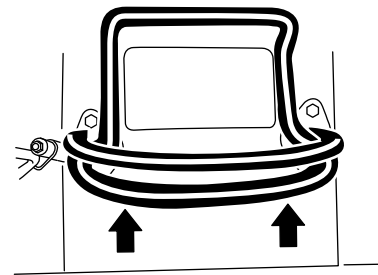
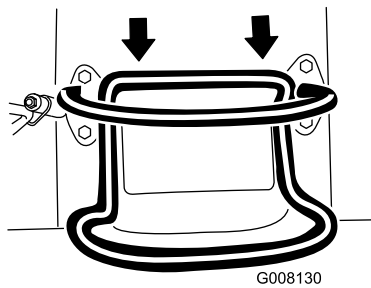

Bild 6
Bild 7
- Bewegen Sie den Fahrerhebel nach vorne, um vorwärts zu fahren (Bild 6).
- Bewegen Sie den Fahrerhebel nach hinten, um rückwärts zu fahren (Bild 7). **Schauen Sie beim Rückwärtsfahren nach hinten und achten Sie auf Hindernisse, fassen Sie den Anschlagbügel mit den Händen an (Bild 6).**